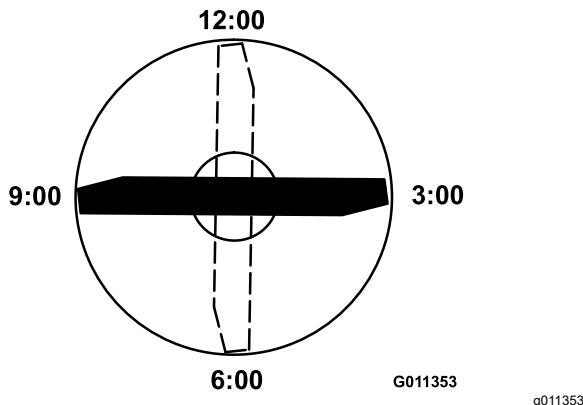

Figure 104
4. Positionnez le tranchant de l'extrémité marquée à la position 12 heures (droit devant dans la direction de la tonte) (Figure 104) et mesurez la hauteur de la surface plane au tranchant de la lame.
5. Tournez l'extrémité marquée de la lame aux positions 3 et 9 heures (Figure 104) et mesurez les hauteurs respectives.